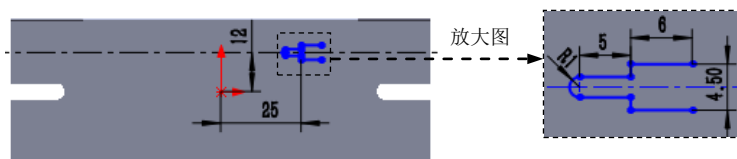

图 11.2.34 横断面草图
② 定义横断面草图。在草图环境中绘制图 11.2.34 所示的横断面草图。
(3) 定义切除—拉伸—薄壁属性。
① 定义切除深度属性。在“切除—拉伸”对话框**方向1**区域中撤销 ☐ **正交切除(N)** 复选框的选中。
② 定义薄壁特征。在“切除—拉伸—薄壁”对话框 ☒ **薄壁特征(T)** 区域的 下拉列表中选择 **两侧对称** 选项, 在 文本框输入厚度 0.1。
(4) 单击 按钮, 完成切除—拉伸—薄壁 1 的创建。